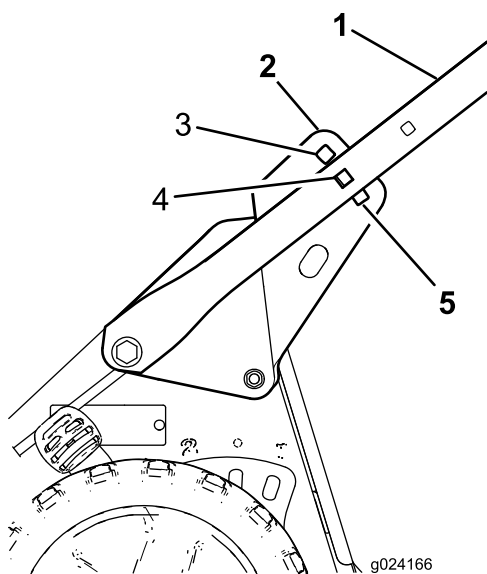

Figura 5
- Sistematemi in posizione di guida per determinare l'altezza della stegola più adatta a voi (Figura 5).